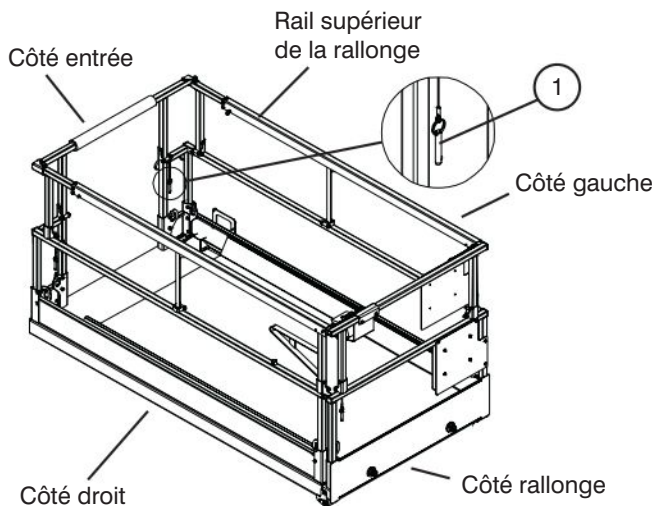

Figure 3-13a. Système de garde-corps rabattables
7. Levez doucement chacun des garde-corps et immobilisez-les avec les axes de verrouillage en vous assurant que la bille d'arrêt de chaque axe est bien enfoncée (consultez la figure 3-13a).